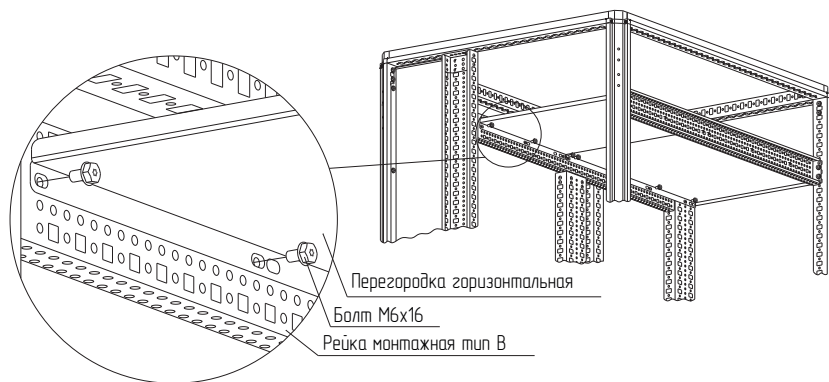

Рисунок 56
– вариант 1. Расположить перегородку горизонтальную для распределительных шин между рейками монтажными тип В и закрепить болтами М6×16 (рисунок 56). Момент затяжки – 7 Н·м. Метизы в комплект поставки не входят;